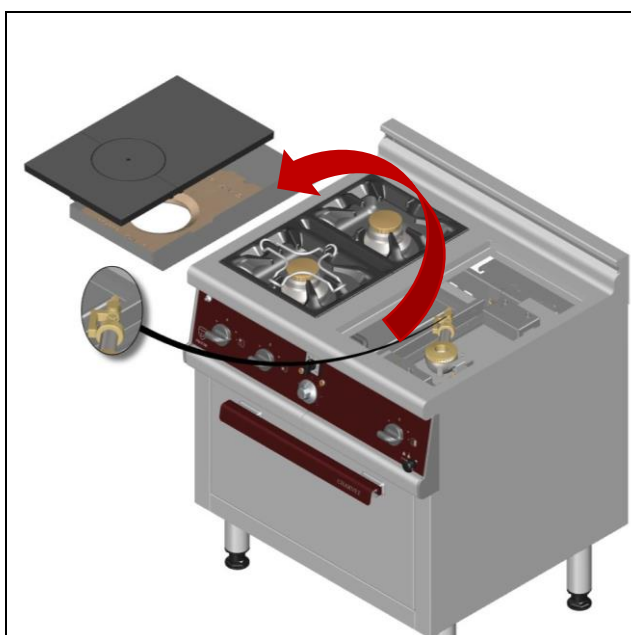

Fig4
- Déposer la plaque fonte, les réfractaires et le support. (Fig4)